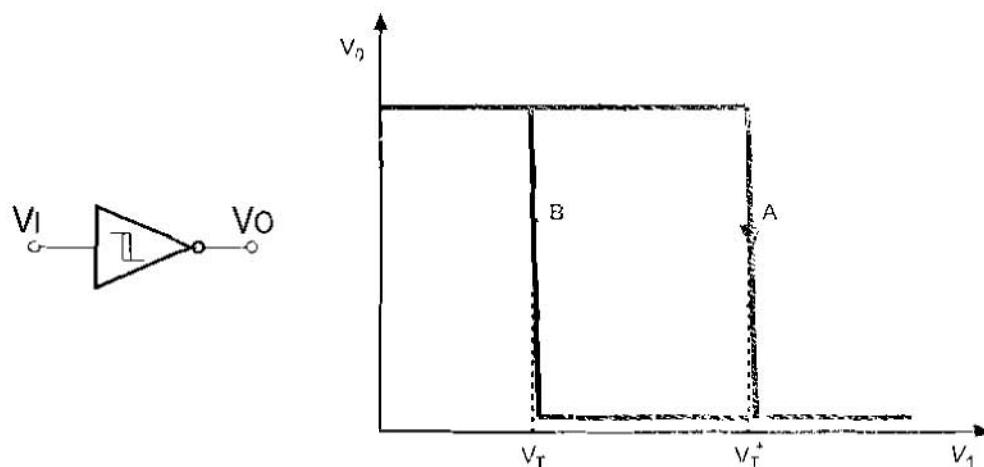

Figura 32-3 Curva de transferencia de un inversor. Trigger Schmitt
Estos dispositivos tienen una característica de transferencia como la que se muestra en la figura 32-3. En esta curva se aprecia que si la tensión de entrada aumenta desde 0 V hasta un nivel alto la transición se produce siguiendo la curva A y comuta para el valor  $V_1^+$ , denominado **umbral superior**. Por el contrario, si la entrada está a un nivel alto y disminuye hasta 0V, la transición se produce siguiendo la curva B cuando se alcanza el denominado **umbral inferior**  $V_1^-$ . Los valores de  $V_T^+$  y de  $V_T^-$  para el caso del 40106 dependen de la tensión de alimentación y pueden tomar los valores de la tabla 32-1,
**El inversor Trigger Schmitt, y todos.** los dispositivos con este tipo de funcionamiento, **utiliza el símbolo de la figura 32-3 para indicar que pueden responder de una manera fiable ante señales que cambian con lentitud.** Esta simbología se basa en añadir el dibujo de la gráfica de histéresis en la entrada correspondiente.